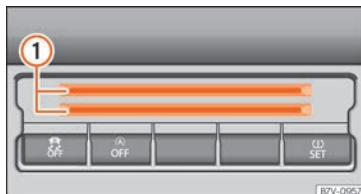

Fig. 162 Partie inférieure de la console centrale : rangement pour cartes.
Dans la partie inférieure de la console centrale se trouve un rangement » **fig. 162** ① pour de la monnaie, des cartes, des tickets de parking ou autres.